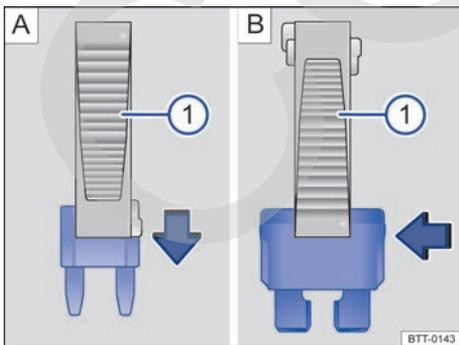

Fig. 194 Retirar o colocar un fusible con las pinzas de plástico ⓘ.
- Dado el caso, retire las pinzas de plástico → fig. 194 ⓘ situadas en la cubierta de la caja de fusibles.